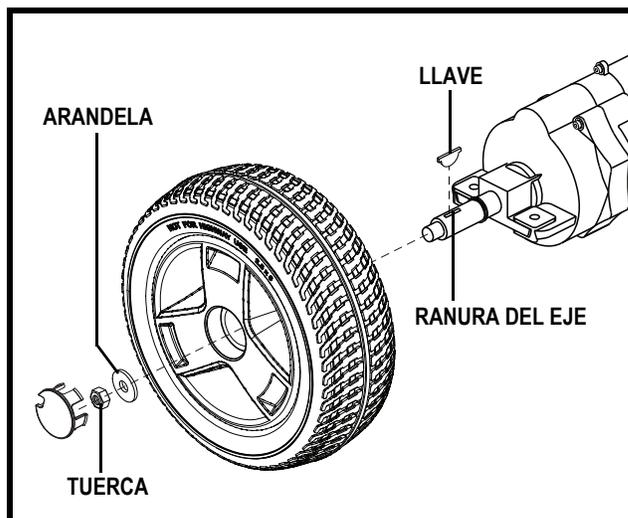

Figure 25. Extracción de la rueda de conducción
3. Retire la tuerca de la rueda motriz del cubo (fig. 25).
5. Coloque la rueda en su eje. Asegúrese de que la llave esté en la ranura del eje (fig. 25).